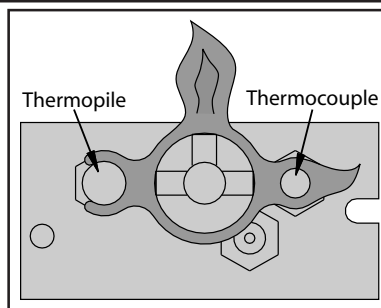

Figure 3. Flamme de la veilleuse
1. Fermez le gaz de la cheminée. **Si pas fait récemment, enlever le verre et laisser l'air de l'unité pendant au moins cinq (5) minutes pour laisser échapper tout le gaz.** Ouvrez le gaz à l'appareil de chauffage.
2. Lancer le pilote en appuyant sur le bouton de commande de gaz (figure 5) et le tournant vers PILOT. Tout en maintenant le bouton de contrôle du gaz dans, appuyez sur l'allumeur piézo plusieurs fois jusqu'à ce que le voyant de contrôle commence. Maintenez la commande de gaz bouton pendant 30 secondes. Vérifiez que le pilote a complètement engouti l'ensemble de thermocouple (Figure 3).